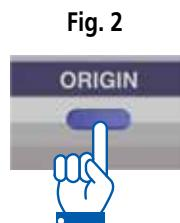

Fig. 2
4. Una vez puesta la batería, limpie las superficies de medición y mueva el cursor hasta el límite de su recorrido de tal forma que las superficies de medición queden alineadas. Presione la tecla ORIGIN para fijar el punto de origen. (Fig. 2)